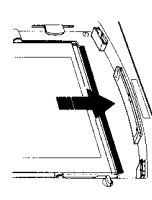

FIG. 15
- Die Sicherheitsplatte nach unten in den unteren Rahmenabschnitt klemmen. Den blauen Verschluss zur Seite schieben (siehe Abb. 15).
- Fixez la barrière au bas du cadre et immobilisez-la en faisant glisser le verrou bleu en travers (voir Fig. 15).
- Fermare la barriera nella base della botola. Per fissarla spostare verso l'alto il dispositivo blu di blocco (vedi Fig. 15).
- Enganche la barrera a la parte inferior del marco y, para asegurarla, deslice la cerradura azul (Fig. 15).